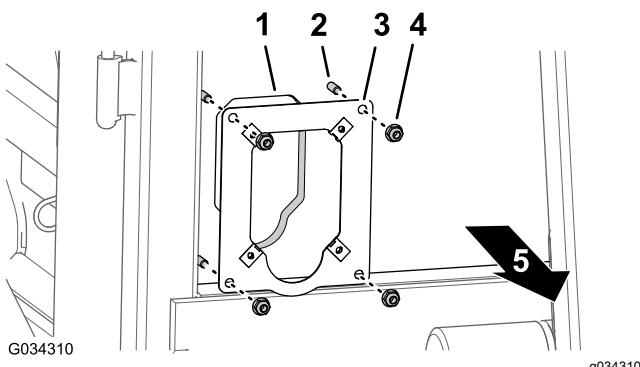

図 8
2. バッキングプレートの開口部と四角穴 6.4×6.4 mm を、フォームパネルの開口部に整列させて 図 8 キャリッジボルト $1/4 \times 3/4$ インチで固定する。
3. キャブ前側にバッキングプレートを組み付け 図 8、キャリッジボルト $1/4 \times 3/4$ インチ4本とフランジロックナット $1/4$ inch4個で固定する。